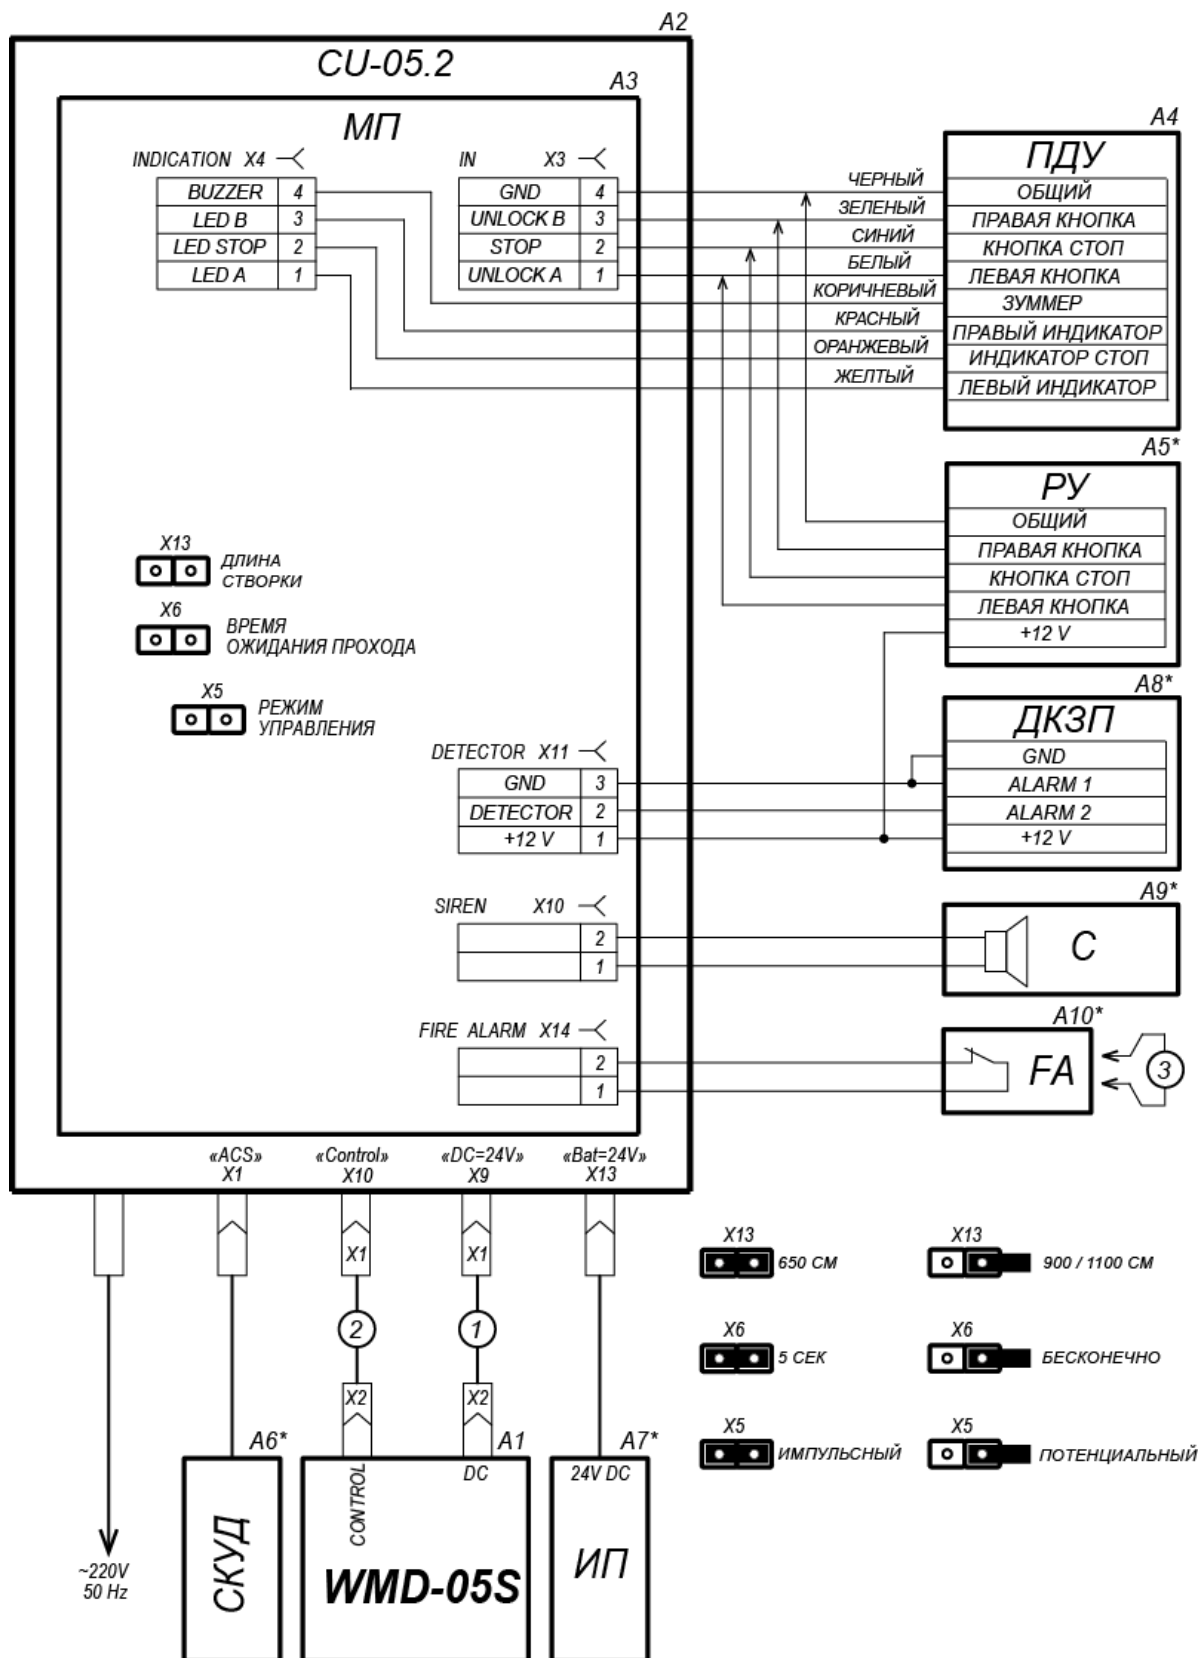

Рисунок 7. Схема подключения калитки¹
- кабель питания (11) к разъему **«DC=24V»**;
- кабель ПДУ (12) протяните через предназначенный для него кабельный ввод внутрь БУ и подключите к клеммным колодкам **X3** и **X4** модуля процессорного в соответствии с рис. 5 и рис. 7.